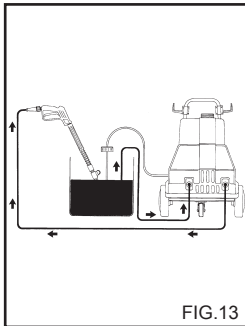

FIG.13
**BENUTZUNG VON FROSTSCHUTZMITTEL (Fig.13)**